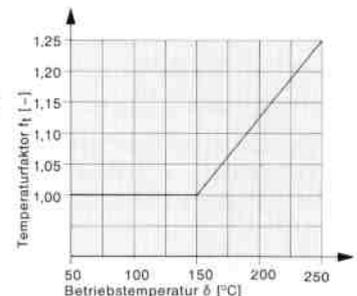

Bild 31
- ft [-] = Temperaturfaktor (Bild 31)
Die ROBA®-D Kupplungen sind temperaturunempfindlich. Bei Temperaturen über 150° C muß jedoch bei der Größenauswahl der Temperaturfaktor ft berücksichtigt werden (Bild 31).
Temperaturfaktor  $f_t = 1$  (Bild 31)